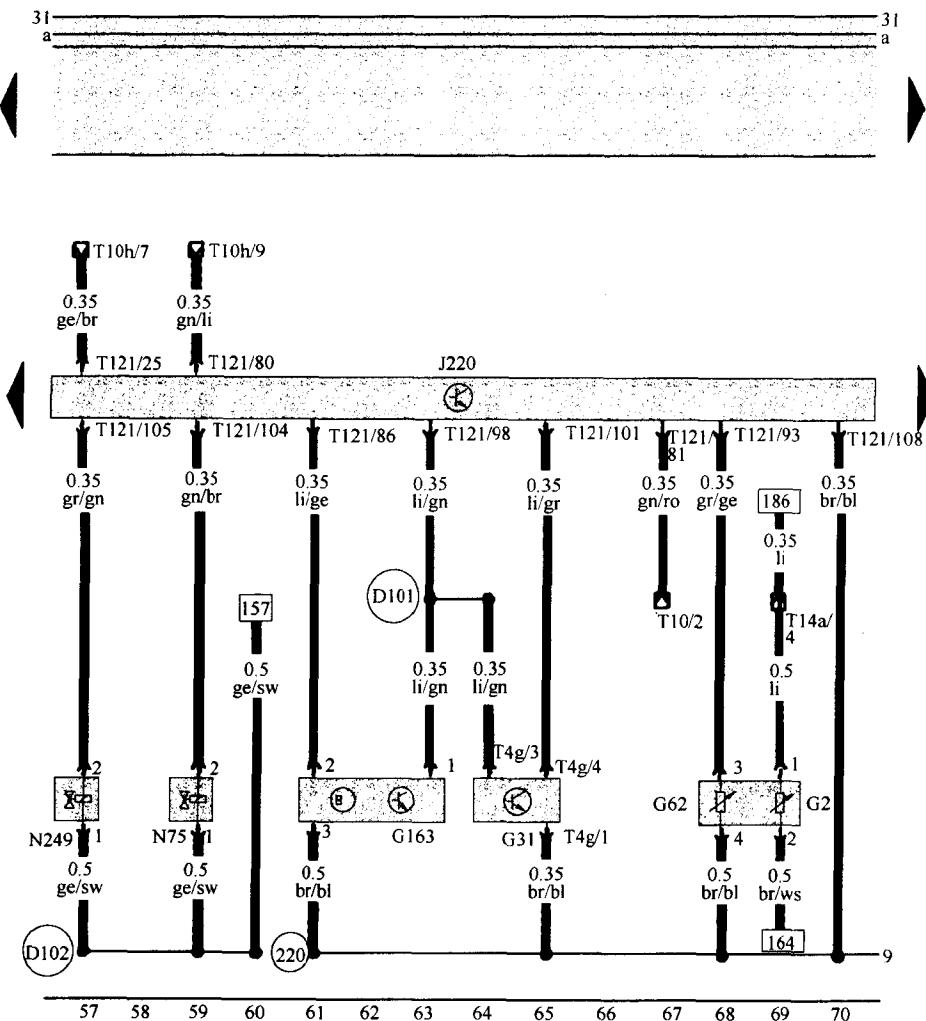

图 1-8 多点喷射系统电路图
(8) 多点喷射控制单元,冷却液温度传感器,霍尔传感器,增压压力传感器,增压压力控制电磁阀,涡轮增压器空气分流阀(ARZ发动机)(如图 1-8 所示)